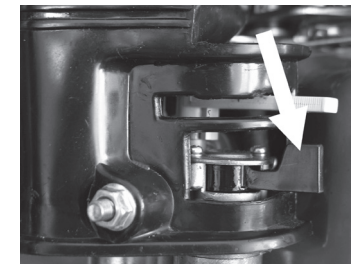

Abb. 6
1. Öffnen Sie den Kraftstoffeinlass, indem Sie den Hebel des Kraftstoffhahns nach rechts bewegen (Abb. 6) geliefert.